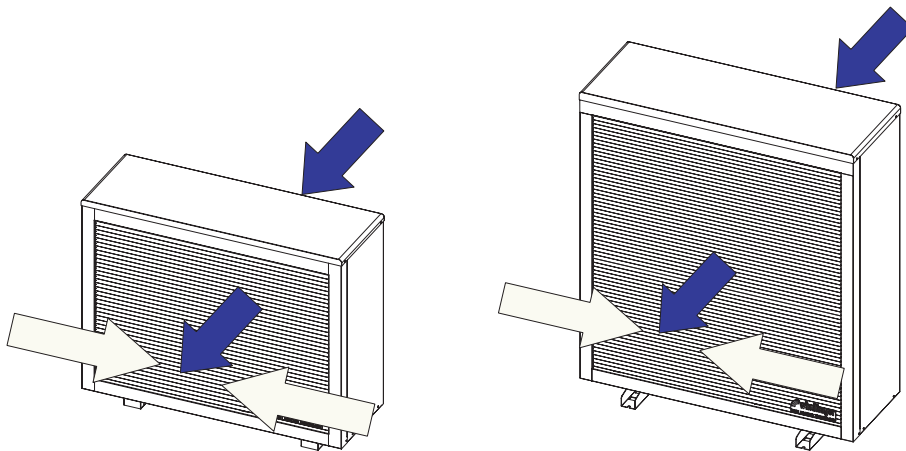

Fig. 3 Hauptwindrichtung zur Ausblasrichtung
- Die Hauptwindrichtung darf nicht gleich der Richtung der Auslassluft sein, sondern soll in einem Winkel von 90° auf die Auslassluft wirken – Fig. 3.